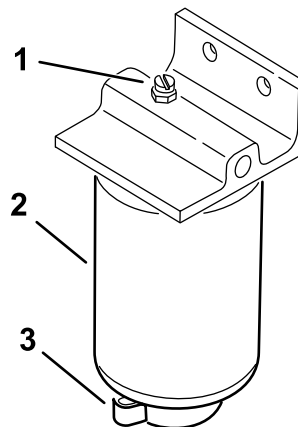

Figura 36
4. Abra o tampão de drenagem e válvula de respiro (Figura 36).